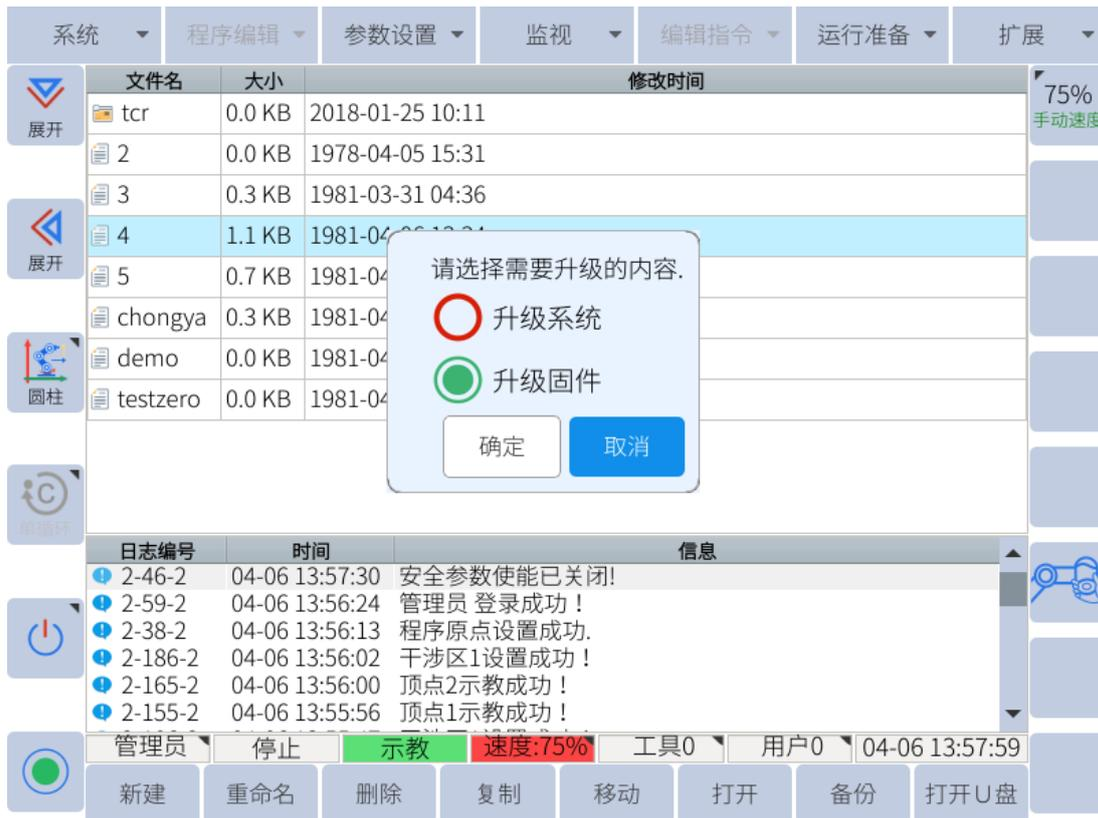

图 13-2：选择需要升级的内容
4. 按“确定”键后，系统提示“请选择需要升级的内容”。然后选择“升级固件”，如图 13-2